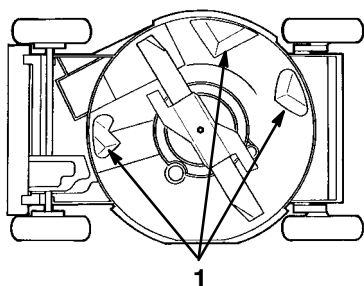

Figure 15
Pour préserver la qualité de tonte, il faut que le dessous du carter de tondeuse reste propre. Veiller particulièrement à ce que les plaques de déflexion ne soient pas couvertes de débris (Fig. 15).
3. Basculer la tondeuse sur le côté gauche (Fig. 15).